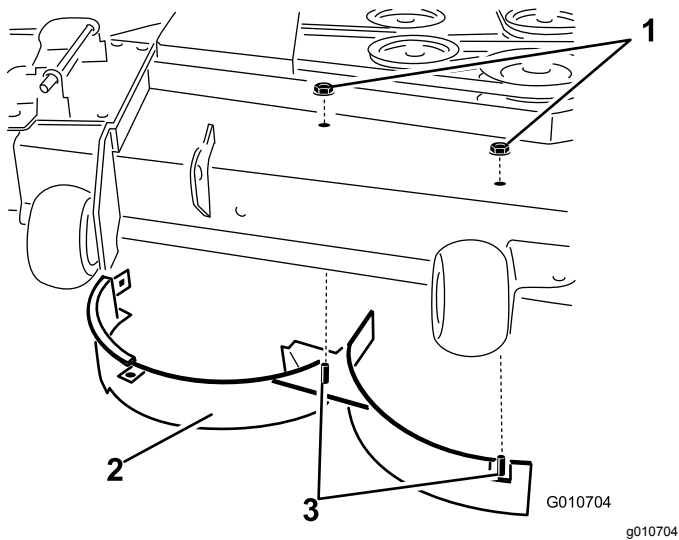

Figura 37
- Rimuovete i 2 dadi di bloccaggio (5/16") che fissano i perni saldati del deflettore destro in posizione centrale e destra, sulla parte superiore del piatto di taglio (Figura 37).
12. Rimuovete il bullone a testa tonda e il dado di bloccaggio fissati sul deflettore destro sulla parte superiore del piatto di taglio e rimuovete il deflettore destro dal piatto di taglio (Figura 37).
13. Montate gli elementi di fissaggio rimossi in precedenza nei fori anteriori nella piastra di scarico e del foro anteriore del piatto di taglio (Figura 37).